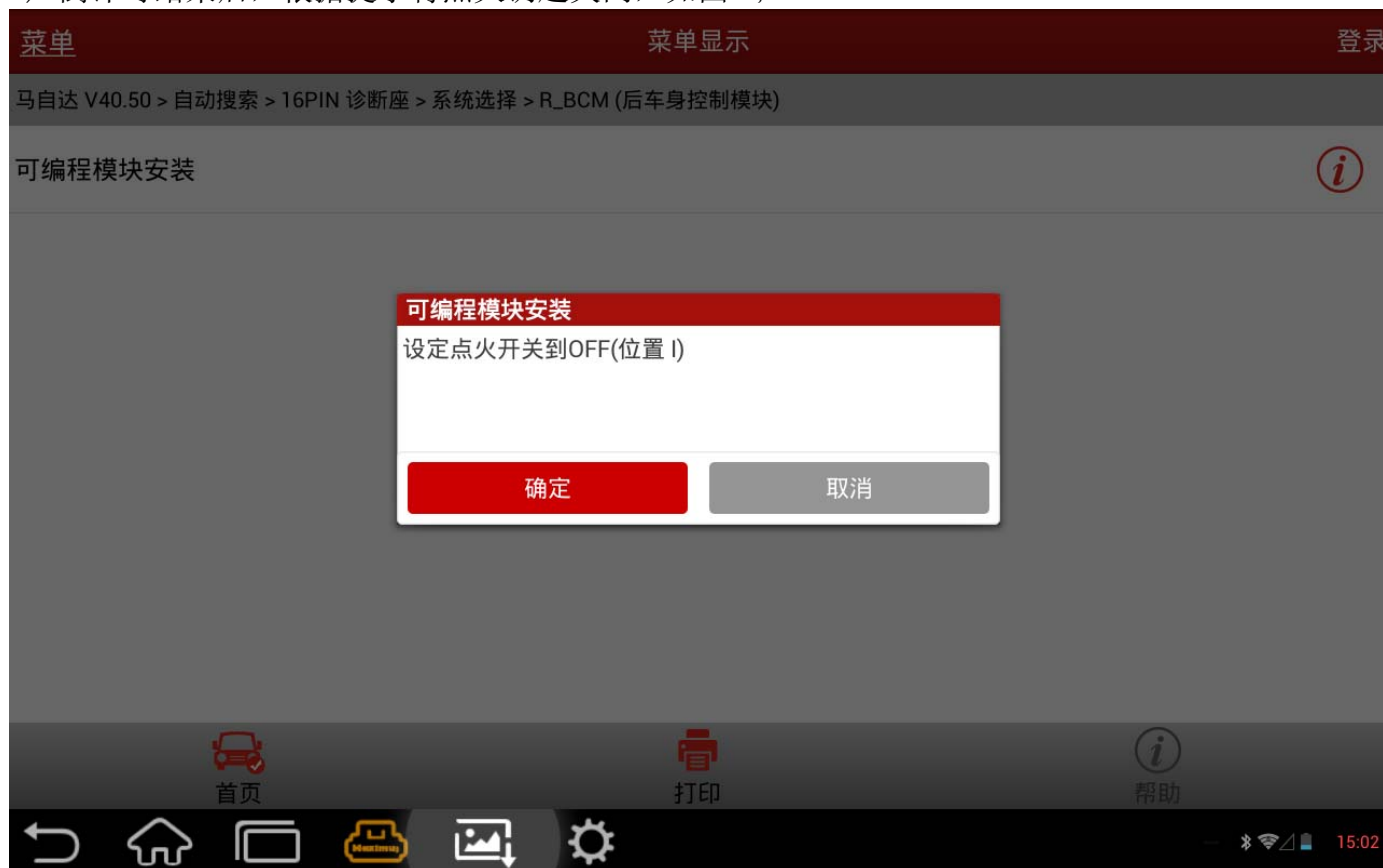

图 8
8). 倒计时结束后, 根据提示将点火钥匙关闭, 如图 8;